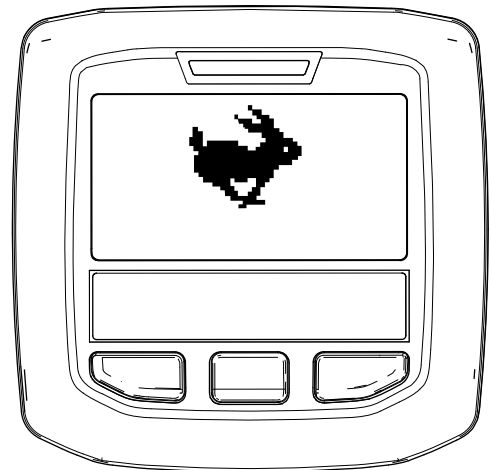

图 84
**注意** InfoCenter 信息中心会显示行驶图标图 84。